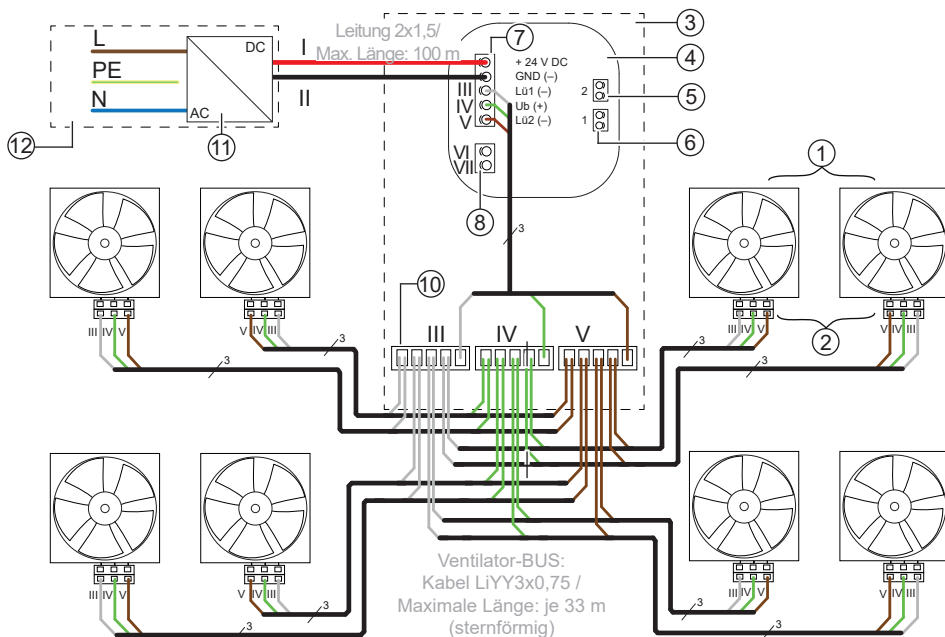

Abbildung 5: Anschlussbeispiel sMove s8 inkl. Schaltschrank-Schaltnetzteil mit Verteilung
| ④ Rückseite Bedieneinheit | ⑪ Schaltschrank-Netzteil NT17-s8 (Abb. 5)/ |